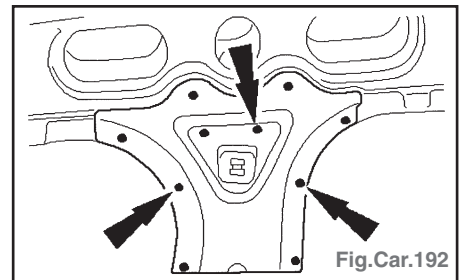

Fig.Car.192
- Tôle intérieure de montant B : Fraiser les points de soudure (Fig.Car.192).